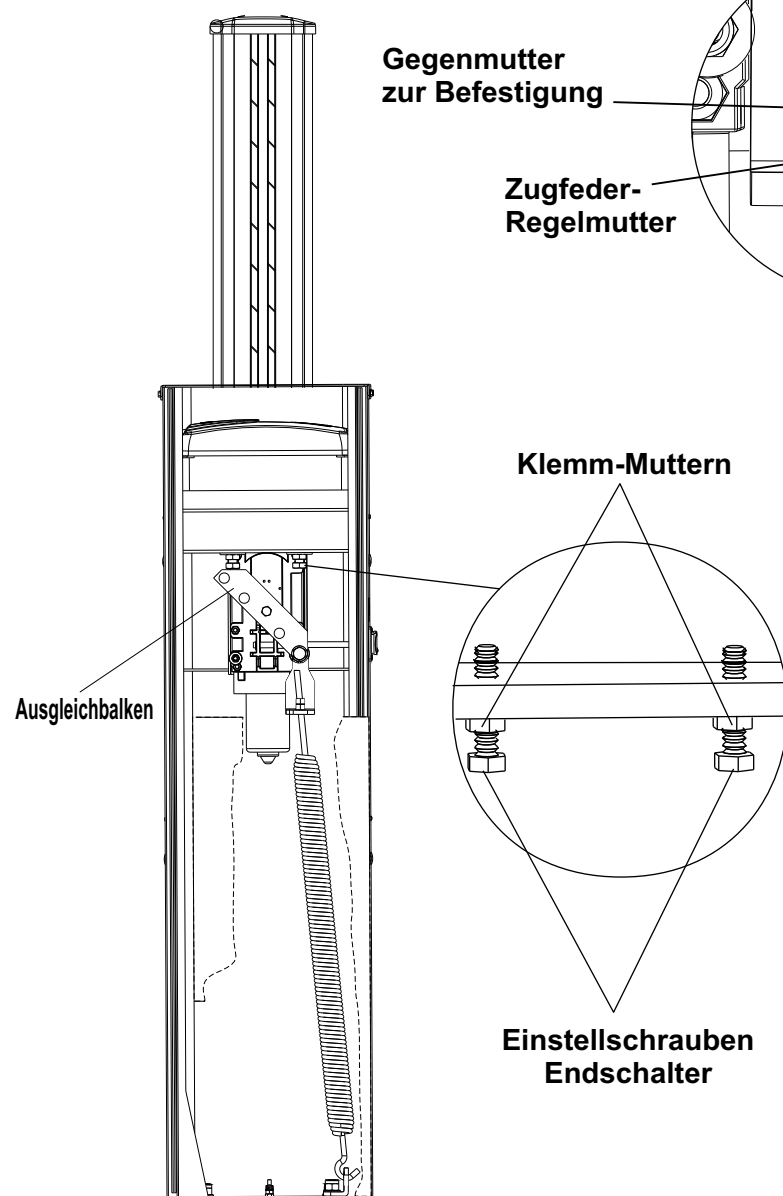

Abb.11
- Die Schrauben der Endschalter entriegeln, indem die Befestigungsmuttern, die sich auf den mechanischen Stopps befinden (Abb.11) abgeschraubt werden.
- Endschalterschrauben entsprechend anziehen oder lösen, damit der Schlagbaum in exakter senkrechter, beim Öffnen (Abb.11), und exakter waagrechter Stellung, beim Schließen, stillsteht.